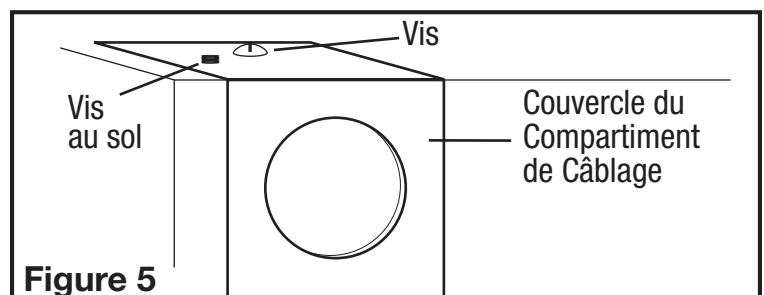

Figure 5
- Enlever la vis du couvercle du compartiment à câblage et mettre ce couvercle dans un endroit fiable (**Figure 5**).